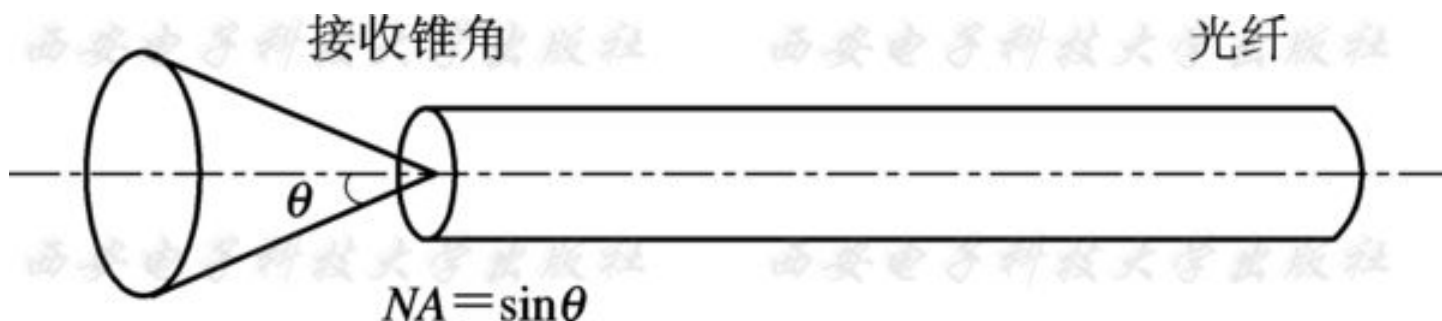

图3-17 光纤波导的数值孔径NA
⑤**数值孔径NA**:描述光纤收集光能力的一个参数, 只有角度小于某一个角度 $\theta$ 的光线, 才能在光纤内部传播, 如图3-17所示。接收锥角为 $\theta$ , 数值孔径为